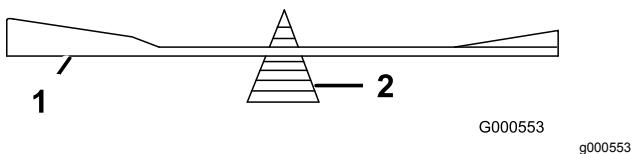

**Figura 99**
1. Utilice una lima para afilar el filo de corte en ambos extremos de la cuchilla (Figura 99).
**Nota:** Si la cuchilla no está equilibrada, rebaje algo el metal en la parte de la vela solamente con una lima (Figura 99).